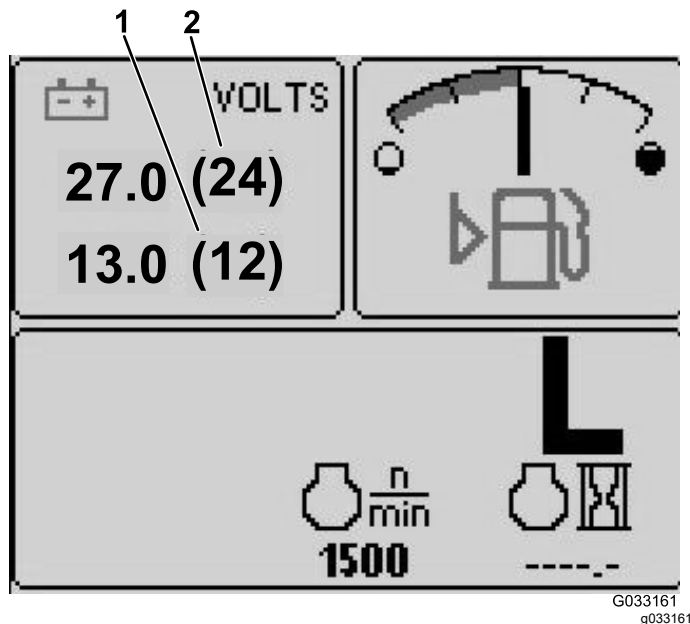

図 4
- 12 V バッテリー充電状態表示 — 左上画面 (図 4)
- 24 V バッテリー充電状態表示 — 左上画面 (図 4)
バッテリー 12V と 24V の電圧を表示します **図 4**。